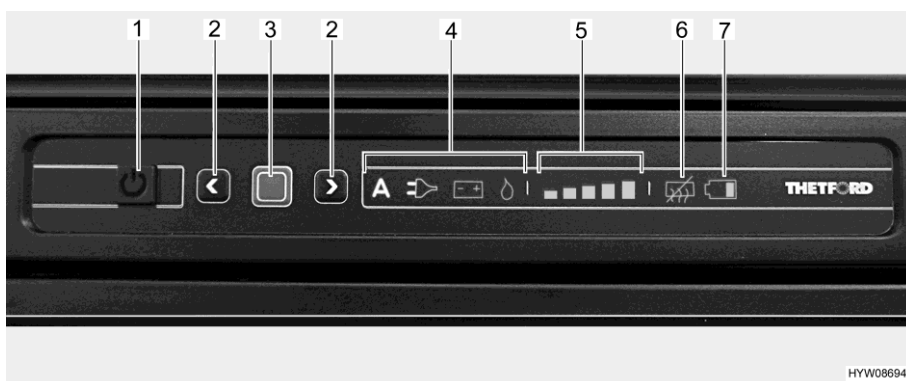

Fig. 186 Quadro comandi LED (frigorifero Thetford)
- Premere il tasto On/Off (Fig. 186,1) per 1 secondo. Il tasto si illumina di verde. Dopo circa 10 secondi, l'indicatore viene attenuato per risparmiare energia.
- Premere il tasto di conferma (Fig. 186,3). Viene visualizzata l'ultima modalità di funzionamento selezionata.
- Premere il tasto di conferma (Fig. 186,3) per circa 2 secondi. I simboli della modalità di funzionamento lampeggiano.
- Selezione manuale dell'energia: Selezionare le fonti di energia desiderate con i tasti freccia (Fig. 186,2).
- Sistema automatico di selezione di energia (solo per modelli con selezione automatica dell'energia): Selezionare la modalità di funzionamento "A" con i tasti freccia (Fig. 186,2).
- Confermare la scelta con il tasto di conferma (Fig. 186,3).
- Premere nuovamente il tasto di conferma (Fig. 186,3). L'indicatore del livello di refrigerazione (Fig. 186,5) lampeggia.
- Per modificare l'impostazione, premere i tasti freccia (Fig. 186,2) fino a visualizzare l'impostazione desiderata.
- Premere il tasto On/Off (Fig. 186,1) per circa 2 secondi. Tutte le spie si spengono. Il frigorifero è spento.
Dopo l'accensione il frigorifero seleziona automaticamente la regolazione del termostato selezionata per ultima. Questa impostazione può essere modificata manualmente con i tasti freccia (Fig. 186,2). Ci vogliono alcune ore prima che il frigorifero raggiunga la temperatura normale di esercizio. Quando si commuta a un'altra modalità di funzionamento, la regolazione sul termostato viene mantenuta.